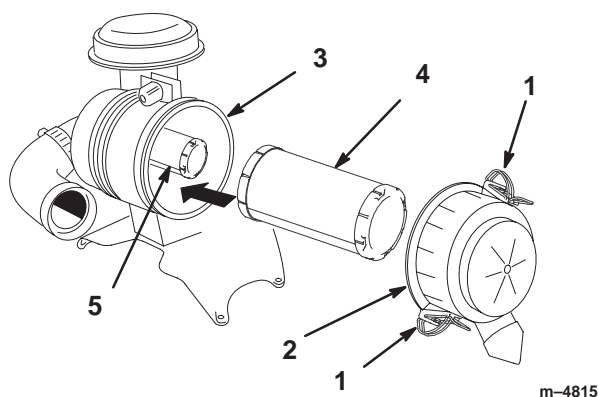

Figure 25
2. Ouvrez les dispositifs de verrouillage du filtre et ôtez le couvercle du corps du filtre (Fig. 25).
4. Sortez l'élément primaire du corps du filtre avec précaution (Fig. 25). Evitez de cogner l'élément à l'intérieur du corps. N'enlevez pas l'élément de sécurité, sauf si vous voulez le remplacer également.
2. Si vous remplacez l'élément de sécurité, insérez-le avec précaution dans le corps du filtre (Fig. 25).
3. Installez ensuite l'élément primaire sur l'élément de sécurité avec les mêmes précautions (Fig. 25). Assurez-vous qu'il est bien engagé en appuyant sur le rebord extérieur de l'élément que vous installez.
4. Reposez le couvercle, le côté portant l'inscription UP étant tourné vers le haut, et fermez les dispositifs de verrouillage (Fig. 25).